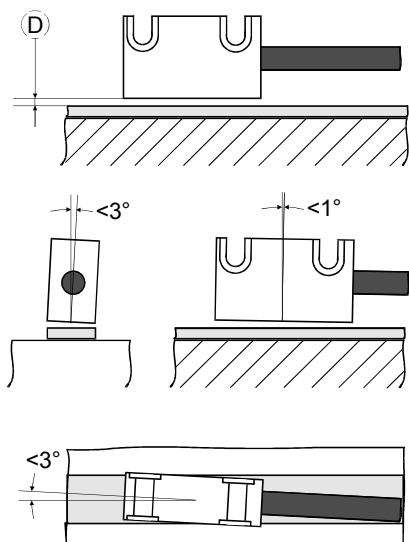

Abbildung 1
- Die Mechanik bzw. Montagewinkel müssen auf dem gesamten Messweg die vorgegebenen Toleranzen zwischen Sensor und Band gewährleisten (s. Abbildung 1). Der Kontakt zwischen Sensor und Band muss verhindert werden.